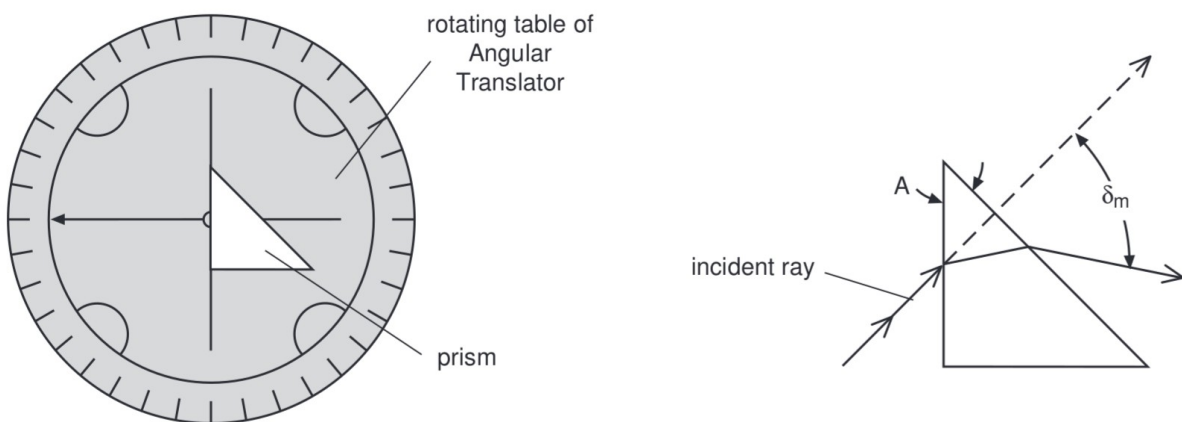

Figura 2.3: Configuración experimental para el prisma.
2. Con las líneas marcadas perpendiculares y paralelas al banco, coloque el prisma de modo que una de las caras pequeñas esté centrada en la mesa y coincida con la línea marcada perpendicularmente. ( Vea la Figura 2.3 ).